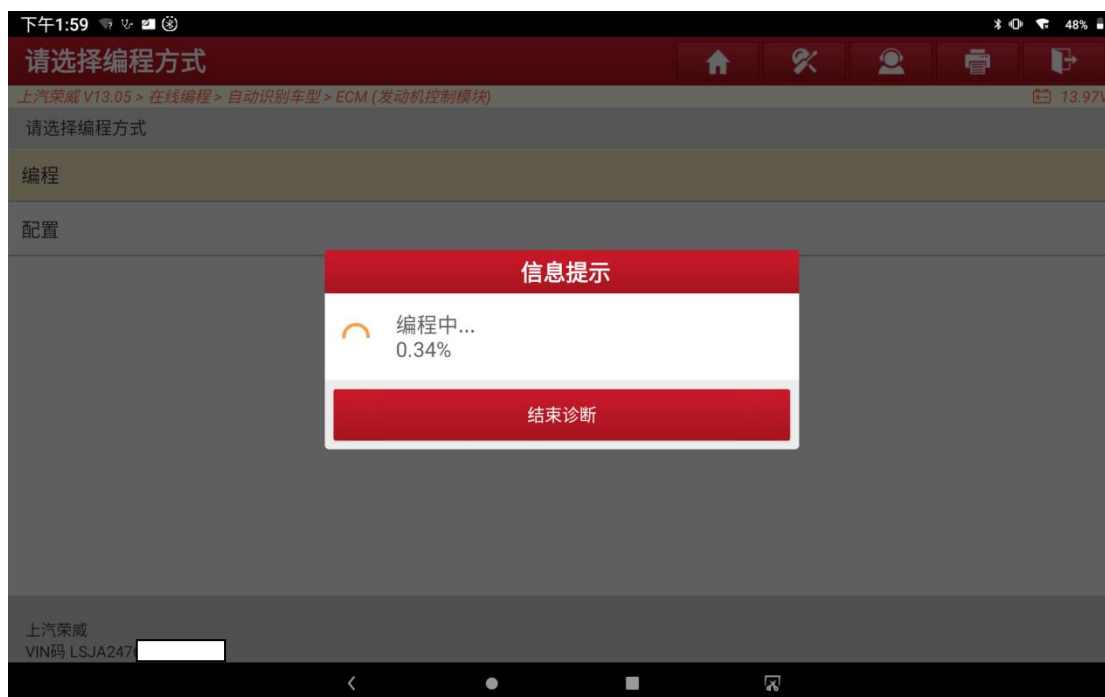

图 9
11. 选择确定开始刷写数据，耐心等待数据进程到 100%（图 9）